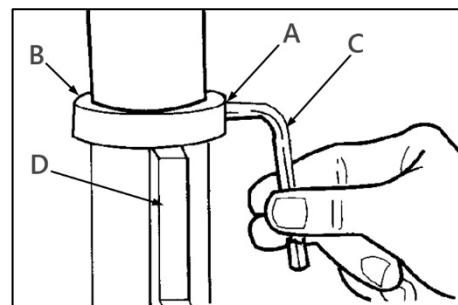

Рисунок 3.
Ослабьте установочный винт (A) (рис. 3) на зажимном кольце (B) при помощи шестигранного ключа 3 мм (C), снимите кольцо и зубчатую рейку (D) с колонны.
Установите зажимное кольцо (B) (рис. 3), затяните установочный винт (A) при помощи шестигранного ключа 3 мм (C), чтобы зубчатая рейка (D) могла перемещаться при повороте стола влево или вправо вокруг колонны. Кольцо должно сидеть на зубчатой рейке свободно, перпендикулярно вертикальной оси.